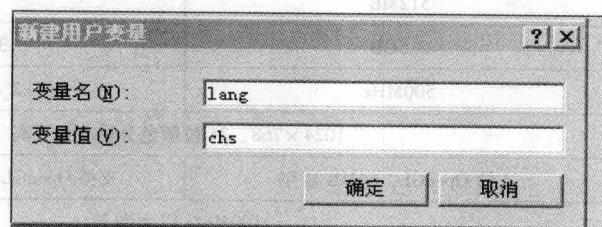

图 1-3 “新建用户变量”对话框
(2) 在“环境变量”对话框中单击“新建”按钮，在弹出的“新建用户变量”对话框中，新建一个变量名为“lang”，值“chs”的变量，如图 1-3 所示。